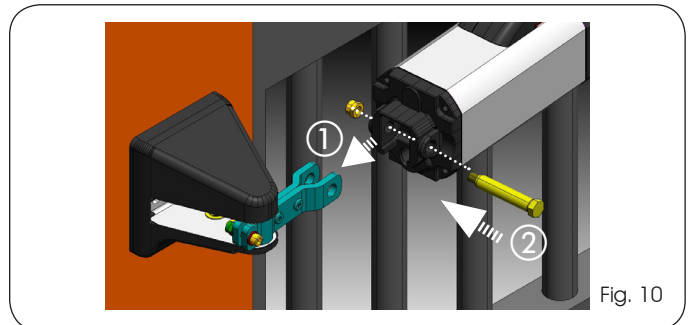

Fig. 10
5. Monteer de aandrijving op de achterbeugel met behulp van de meegeleverde pen en moer. (Fig. 10 ref. ① - ②).